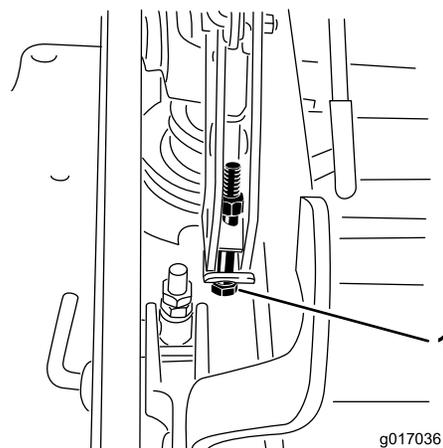

**Figura 90**
12. Para ajustar um sistema de ponto único, desaperte os dois parafusos na parte inferior da placa da altura de corte. Consulte a Figura 90.
14. Aperte os dois parafusos na parte inferior da placa da altura de corte (Figura 90). Aperte com 37–45 N m.